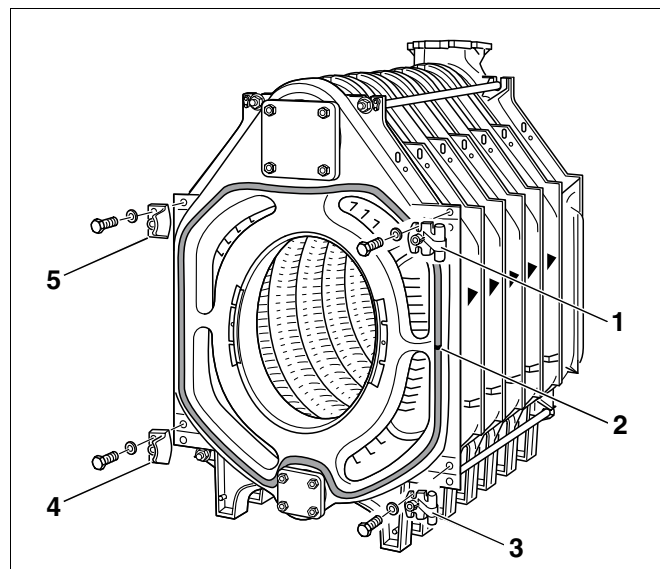

Рис. 31 Установка шарнирных крюков и запорных планок
- Через 15-20 см нанести несколько капель клея в пазы для уплотнения (рис. 31, **поз. 2**) на передней секции котла (рис. 31).
- Уложить шнур ГР в паз передней секции. При этом место стыка уплотнительного шнура должно быть сбоку (рис. 31, **поз. 2**).
- Закрепить шарнирные крюки (при навеске дверцы справа) двумя болтами M12 x 55 на передней секции котла (рис. 31, **поз. 1 и 3**). Для навески дверцы слева закрепить крюки соответствующим образом с левой стороны.
- Закрепить запорные планки со скошенным ребром для дверцы горелки (при навеске справа) двумя болтами M12 x 55 на передней секции котла (рис. 31, **поз. 4 и 5**). Для навески дверцы слева закрепить планки соответствующим образом с правой стороны.